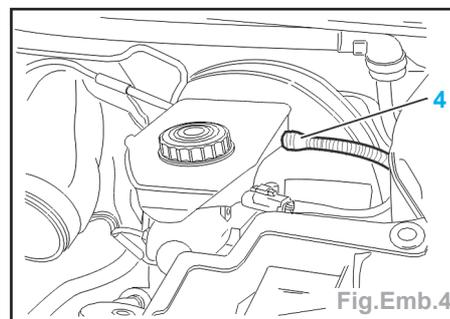

Fig.Emb.4
- Débrancher le tuyau (4) (Fig.Emb.4).